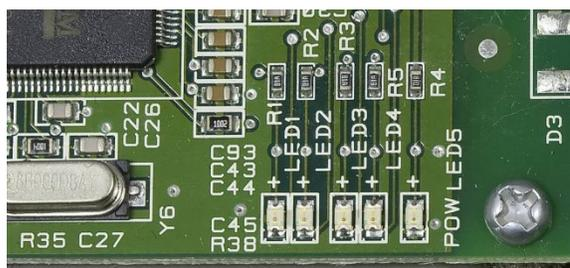

Figure 3-35 : Emplacement des LED de données de l'ACM500 (en haut) et détail (en bas)
6. Surveillez les LED de la carte principale de l'ACM500, voir la Figure 3-35. Si l'ACM500 est connecté correctement et que l'IND500x/IND560x est bien programmé, les LED doivent clignoter.